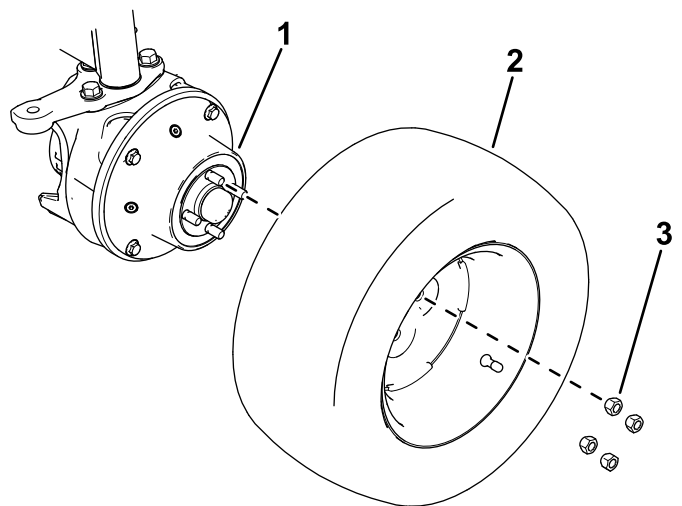

Bild 3
1. Verwenden Sie die acht Mutter (¾"), um die Räder an den Getrieben zu befestigen (Bild 3).